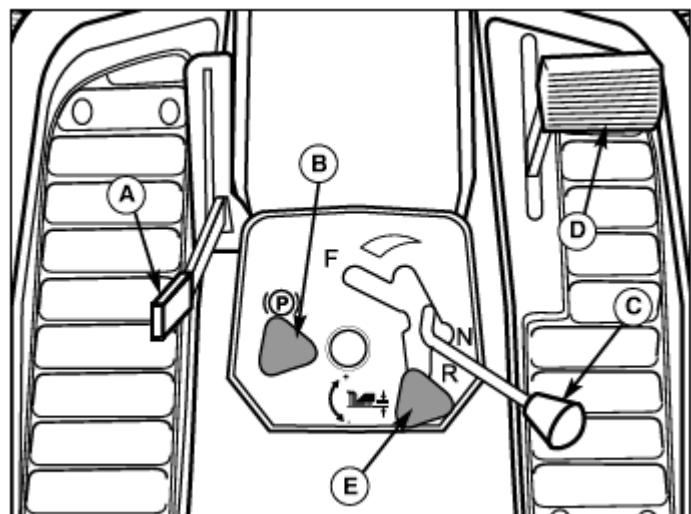

図3 操作板
- 適切な位置にある座席に座ります。パーキングブレーキペダル(図3のD)を踏み込み、パーキングブレーキノブ(B)を使用してパーキングブレーキをかけます。